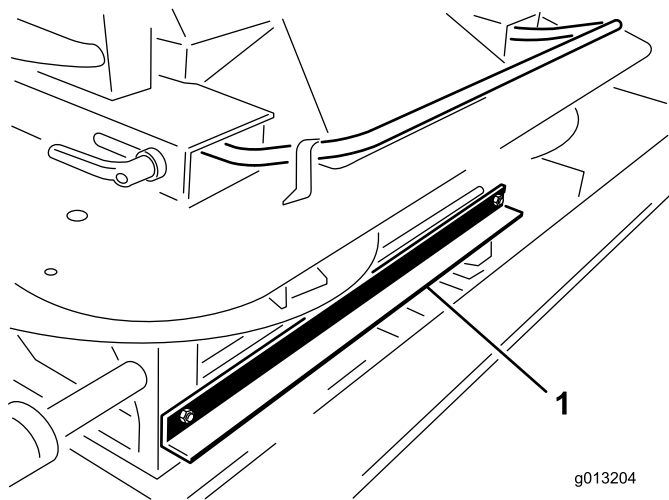

Рисунок 4
3. В передней части двухдискового разбрасывателя удалите два болта и гайки на 1/4 x 3/4 дюйма, которые крепят транспортировочный кронштейн подъемного устройства подкормщика ProPass к двухдисковому разбрасывателю (Рисунок 4).